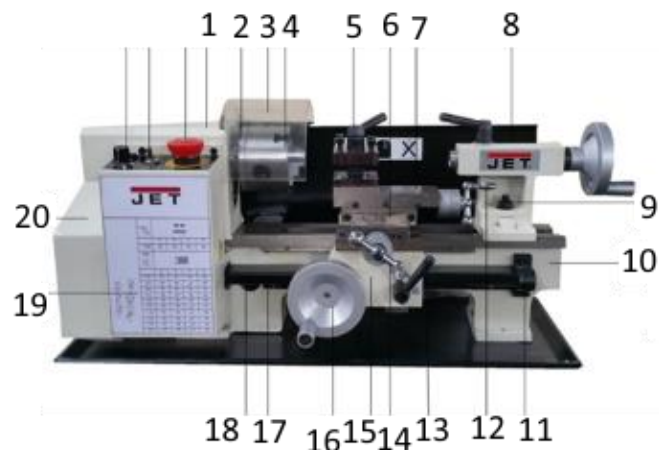
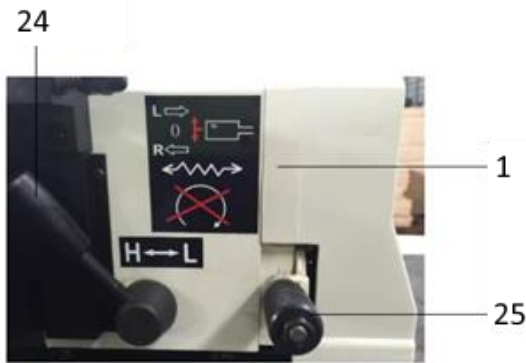

Рис.1
Рис.2
Электродвигатель передает крутящий момент непосредственно на шпиндель через зубчатый ремень. Частота вращения шпинделя является регулируемой, регулировка производится с помощью рукоятки регулировки частоты вращения шпинделя (Рис. 1, 21), расположенной на главной панели управления.
Шпиндель оснащен внутренним конусом Морзе № 3 для крепления центра, который используется вместе с планшайбой или устройством зажима. Трехкулачковый самоцентрирующийся патрон (Рис. 1, 4) крепится к фланцу шпинделя (Рис. 1, 2). Чтобы снять патрон просто открутите три крепежные гайки с обратной стороны фланца, что позволит легко вытащить патрон.
Привод станка закрыт крышкой (Рис. 1, 20), которую можно снять, открутив два крепежных винта с шестигранными головками.
Гитара сменных колес (Рис. 2) передает вращение на ходовой винт. Ходовой винт работает по принципу червяка и при включении рычага автоматической подачи (Рис. 1, 13), который обеспечивает контакт гайки и ходового винта, приводится в движение суппорт и, соответственно, режущий инструмент. Таким образом, обеспечивается автоматическая подача для нарезания резьбы или общих операций точения. Частота вращения ходового винта, а значит и скорость подачи резца, определяется настройкой гитары. Подробное описание смотрите в разделе «Нарезание резьбы».
Передачу вращения на ходовой винт можно расцепить с помощью рычага ходового винта (Рис. 1, 25), также данный рычаг используется для настройки вращения ходового винта в прямом и обратном направлении. (Подробное описание смотрите в разделе «Нарезание резьбы».)
Задняя бабка (Рис. 1, 8) может перемещаться вдоль станины станка и устанавливаться в любом месте. Положение задней бабки фиксируется гайкой (Рис. 1, 9) на ее основании. На пиноль задней бабки устанавливается внутренний конус Морзе № 2 для использования с поставляемым в комплекте центром. Вращающийся центр и сверлильный патрон также можно приобрести у поставщика. (См. раздел «Комплектующие».)
Суппорт станка представляет собой поперечный суппорт (Рис. 1, 6), на котором располагается крестовой суппорт (Рис. 1, 7) с резцедержателем (Рис. 1, 5). Такая конструкция позволяет производить сложные и точные операции. Суппорт может приводиться в движение посредством ходового винта, через гайку. При включении
рычага автоматической подачи (Рис. 1, 13), расположенном на фартуке суппорта, срабатывает автоматическая подача.
Положение инструмента изменяется посредством вращения рукоятки перемещения поперечного суппорта (Рис. 1, 14), которая передвигает суппорт поперек станины станка, и посредством вращения маховика продольного перемещения суппорта (Рис. 1, 16), который обеспечивает продольное перемещение. Кроме того, рукоятка перемещения крестового суппорта (Рис. 1, 12) может использоваться для микроподачи инструмента, установленного под прямым углом к поперечному суппорту. Крестовой суппорт можно установить под определенным углом к поперечному, что позволяет точить короткие конусы. Данная операция подробно описана в разделе «Точение конуса».
Соблюдая все приведенные выше меры предосторожности, установите рычаг диапазона частот вращения шпинделя (Рис. 1, 24) в положение НИЗКИЙ (LOW).
**ПРИМЕЧАНИЕ:** если необходимо использование автоматической подачи, рычаг ходового винта (25, рис.2) должен быть установлен в положение **ВПЕРЕД (Forward)**. Если использование автоматической подачи не требуется, рычаг можно установить в положение **НЕЙТРАЛЬНО (Neutral)**. Для этого крепко возьмитесь за рифленую рукоятку и потяните, преодолевая усилие пружины.